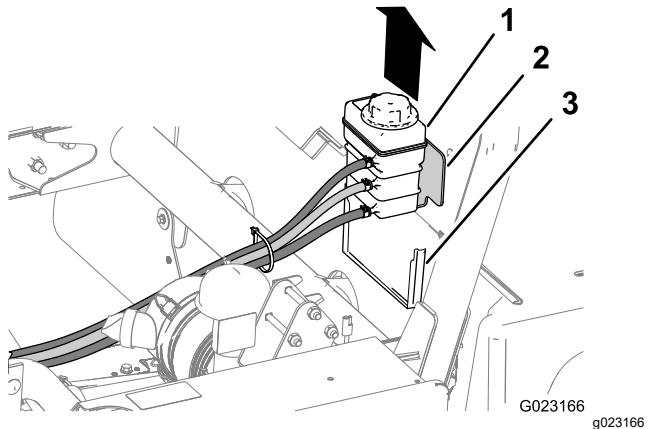

図 8
1. 運転席シュラウド後部のサポートポケットから、冷却液タンクを持ち上げて取り外す 図 8。